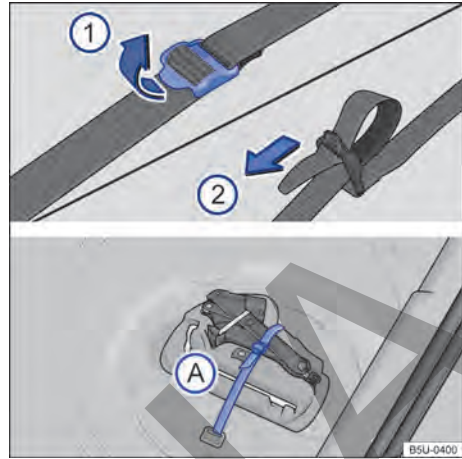

Fig. 169 En el maletero: cinta de fijación de la caja de herramientas y caja de herramientas de a bordo.
Para soltar la cinta de fijación → fig. 169 (A), tirar de la hebilla en el sentido de la flecha (1).